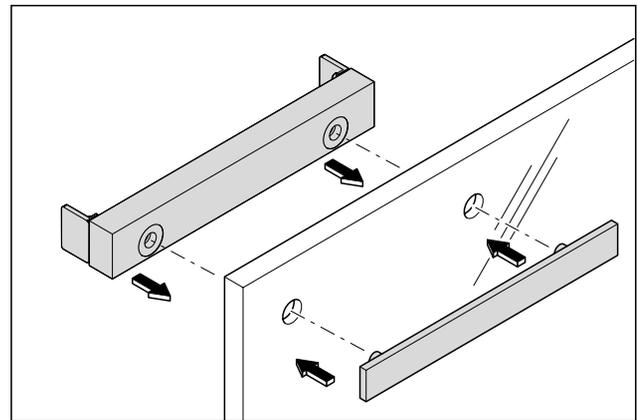

Abb. 11 Die Anschraubplatte und die Gegenplatte an die Bohrungen anbringen
- Die Anschraubplatte auf der Bandseite (innen) und die Gegenplatte auf der Bandgegenseite (außen) an den Bohrungen der Glastür anbringen (Abb. 11).